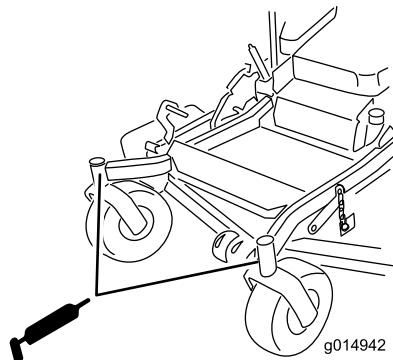

図 36
7. 穴からグリスニップルを取り外す。六角プラグとキャップを取り付ける 図 36。